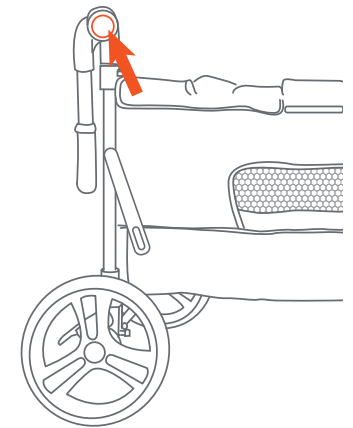
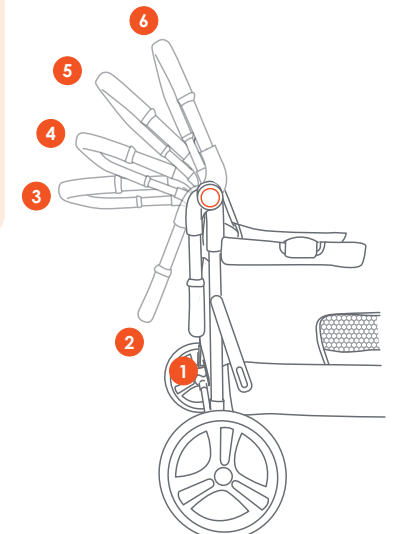

Fig. 9a
Fig. 9b
- There are 6 handle positions (Fig. 9b).
- Press both the adjustment buttons on the sides on the handles (Fig. 9a).
- Move the handle up from the store away position (Fig. 9a) to the desired position (Fig. 9b).
- Hay 6 posiciones de manija (Fig. 9b).
- Presione ambos botones de ajuste ubicados en los lados de las manijas (Fig. 9a).
- Mueva la manija hacia arriba desde la posición de almacenamiento (Fig. 9a) a la posición deseada (Fig. 9b).